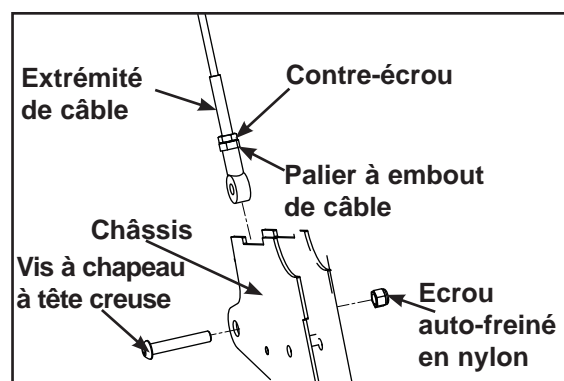

Figure 7
- 2. Réglage à embout à rotule** - Ce type de réglage utilise une vis à chapeau à tête creuse qui fixe un palier à embout de câble à l'appareil. Le principal réglage consiste à tourner ce palier à embout. L'autre extrémité du câble se règle généralement au moyen d'une goupille cylindrique. Reportez-vous aux figures 7 et 8.